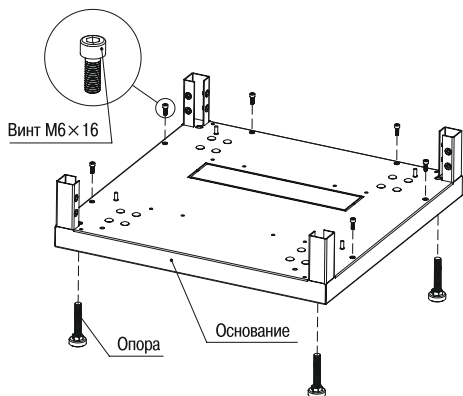

Рисунок 1. Нижнее основание
3.1.1* Извлеките из первого места составные части изделия. Установите на нижнее основание опоры и винты М5х16 (6 шт.) с цилиндрической головкой (рисунок 1).